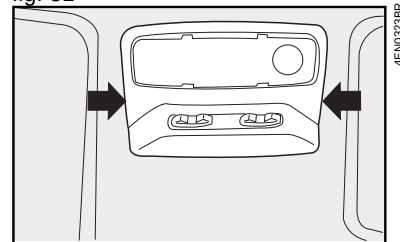

fig. 32
Algunas versiones pueden presentar otro tipo de conjunto de luz interna, como el representado en las **figs. 32 y 33**.
- con un destornillador en los puntos indicados por las flechas, saque el conjunto de luz interna montado a presión por las trabas **fig. 32**;